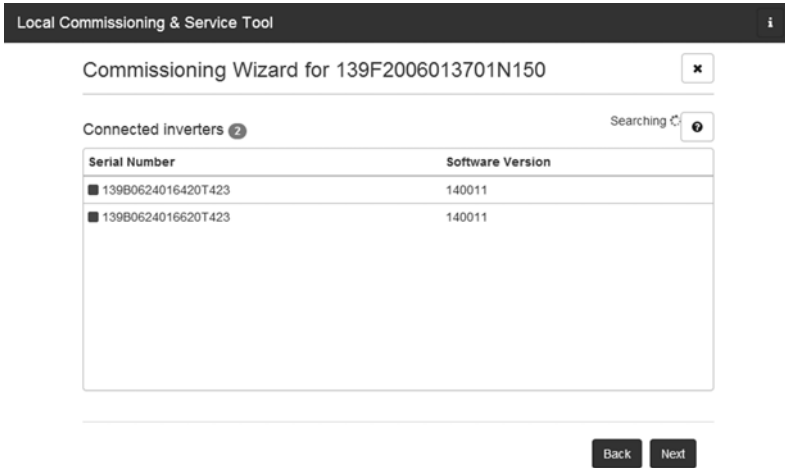

Imagen 11: LCS-Tool - lista de inversores conectados
6. Se muestra una lista de inversores identificados por el Inverter Manager (consulte la imagen 11).